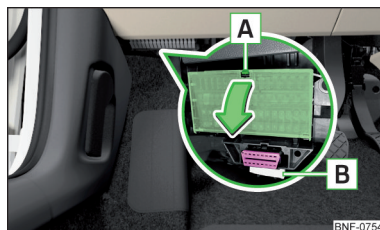

Fig. 167
I fusibili si trovano sotto il volante nella parte inferiore della plancia » fig. 167.
- Premere la linguetta di sicurezza **A** » fig. 167.